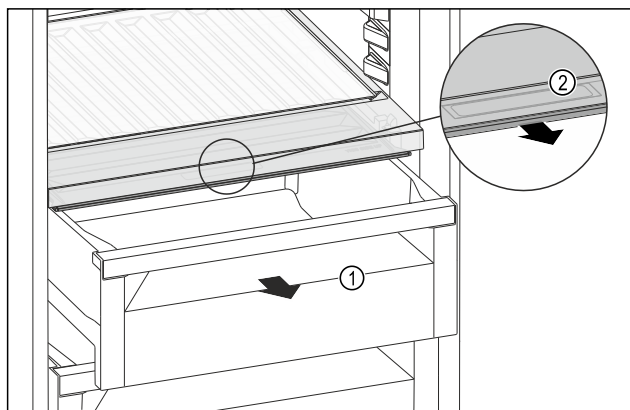

Fig. 127
- ▶ Schubfach Fig. 127 (1) herausziehen.
- ▶ Griffmulde Fig. 127 (2) am Fachdeckel anfassen und Fachdeckel gleichzeitig nach vorne ziehen.